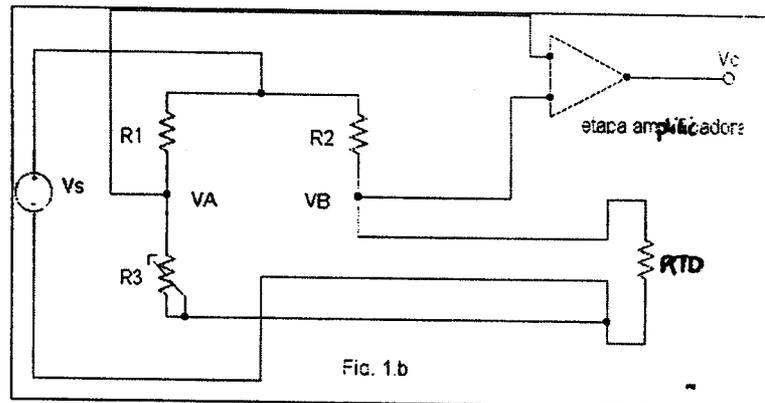

Fig. 1.b
- b.2. Utilice un Pte. Wheatstone para acondicionar la salida de la RTD, según se indica en la Fig. 1.b., con $R_1=R_2=500 \Omega$. La alimentación es de 10v: